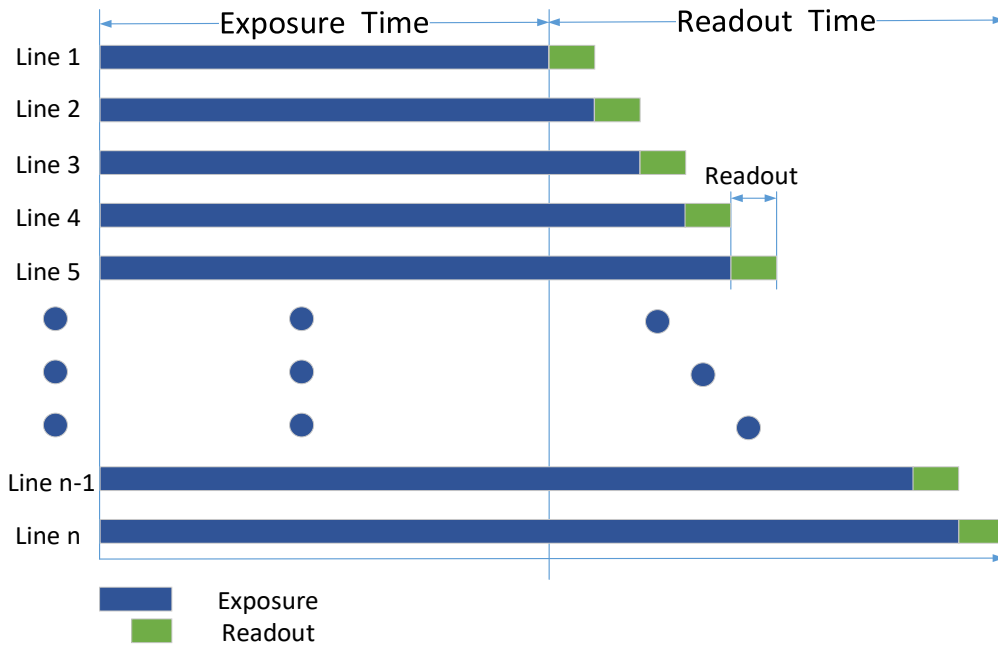

图3-3 Global Reset 工作原理
Global Reset 功能，主要应用于卷帘快门相机中。该功能通过将图像各行的曝光时间点拉到同一起始点，从而达到一键全局曝光的目的，如图 3-3 所示。
- 开启 Global Reset 功能后，因图像各行的曝光时间不同，可能会导致图像各行从上至下亮度不同。因此若开启此功能，建议在全暗环境下，配合工业光源一同使用。在图 3-3 所示的曝光时间内开启光源，其他时间关闭光源，使得图像各行在相同的曝光时间内获得同样的照明，以此来控制图像各行的亮度。